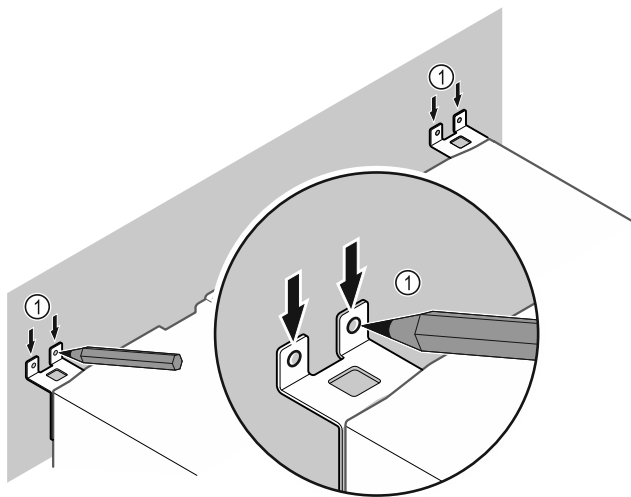

Fig. 13
- ▶ Tracer des repères sur le mur Fig. 13 (1).